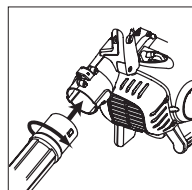

Fig. 01
3. Gire o tubo superior no sentido horário até que este se encaixe e trave [Fig. 01].